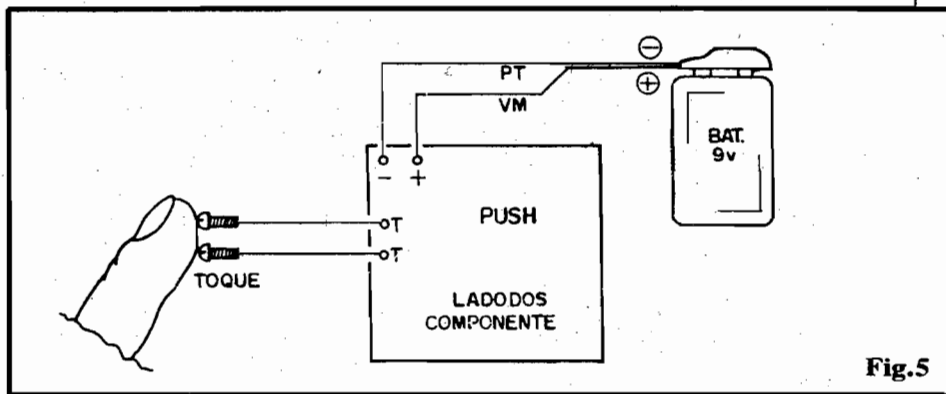

Fig.5
- FIG. 5 - CONEXÕES EXTERNAS À PLACA - Com o Circuito Impresso ainda visto pelo seu lado não cobreado, agora as ligações periféricas (poucas e fáceis...) estão enfatizadas. Atenção à polaridade das conexões à bateria, via cabinhos do "clip", sempre lembrando que o fio **vermelho** corresponde ao **positivo**, e o fio **preto** ao **negativo**. Observar também as ligações aos contatos metálicos de toque (podem ser dois parafusinhos, ou qualquer outra pecinha metálica, pequena, onde a solda "pegue" bem (de ferro, latão, cobre, etc.). Notem que (dependendo do arranjo final pretendido) convém fazer as ligações aos contatos de toque tão curtas quanto possível, para não ficarem aqueles "baita fiozões" pendurados, atrapalhando o "encaixamento"...